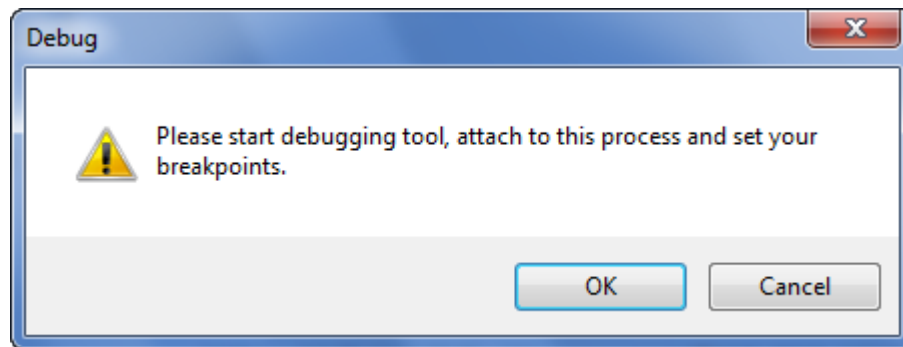

Abbildung 3.56: Scripting-Host wartet, bis Debugger gestartet ist
Bei Problemen zur Laufzeit kann das Debuggen eines Skripts erforderlich sein. Der Scripting-Hosts bietet hierfür die Möglichkeit ein Skript mit Debuginformationen auszuführen. Benutzen Sie hierzu den Menüeintrag **Skript | Debuggen** oder den entsprechenden Befehl im Kontextmenü. Der Skripting-Host zeigt daraufhin den Dialog aus Abb. 3.56, der das eigentliche Ausführen des Skripts solange verzögert, bis Sie Ihre Debugumgebung gestartet und mit dem canAnalyser-Prozess verbunden haben.
- Sobald der Script Host den in Abb. 3.56 abgebildeten Dialog anzeigt starten Sie Visual Studio 2008 und führen den Menüeintrag **Tools | Attach to Process...** aus.
- Setzen Sie die Ausführung des Skripts fort, indem Sie den OK-Schalter im Scripting-Host Dialog betätigen (Abb. 3.56).